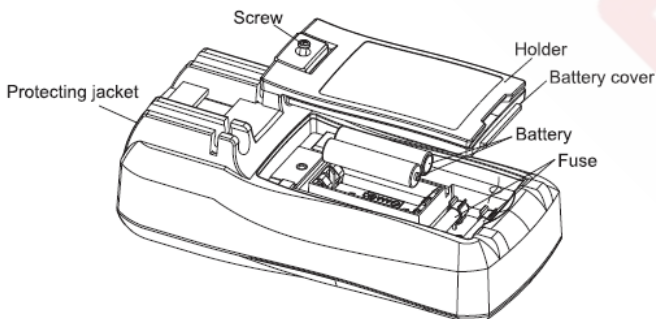

Рисунок 12
2. Замена батарей и предохранителей (Рис.12)